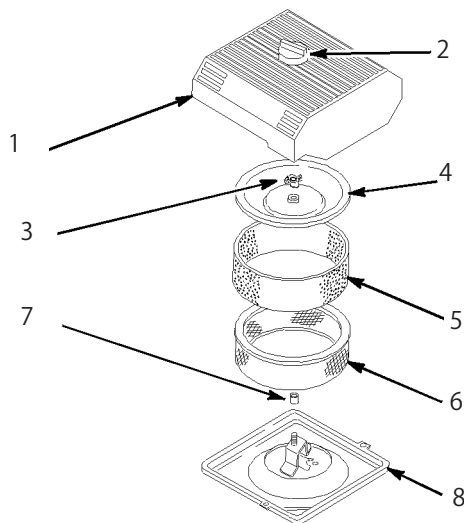

図31
3. エア・クリーナを外したときエンジン内部に異物が入らないよう、周辺をきれいに拭く(図31)。
4. エア・クリーナのカバーのノブをゆるめてカバーを外す(図31)。
5. ペーパー・エレメントからスポンジ・エレメントを注意深く取り外す(図31)。
6. カバー・ナットを外し、カバーとペーパー・エレメントを外す(図31)。
1. ペーパー・エレメントにスポンジ・エレメントを注意深く取り付ける(図31)。
3. カバー・ナットを取り付けて指締めする(図31)。
4. カバーとノブとを取り付ける (図31)。